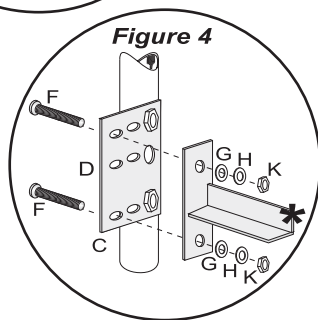

Figure 4
Attach Bed Frame (\*Not Included) to each Adapter Plate (D), using 2 Short Allen Bolts (F), 2 Metal Washers (G), 2 Spring Washers (H) & 2 Hex Nuts (K) per each side. Tighten all bolts. See Figure 4. Assembly is now complete.
Fixez Bed Frame (\* Non inclus) à chaque plaque d'adaptation (D), en utilisant deux boulons Allen court (F), 2 rondelles de métal (G), 2 rondelles à ressort (H) et 2 écrous (K) par chaque côté. Serrez tous les boulons. Voir Figure 4. Assemblée est maintenant terminée.